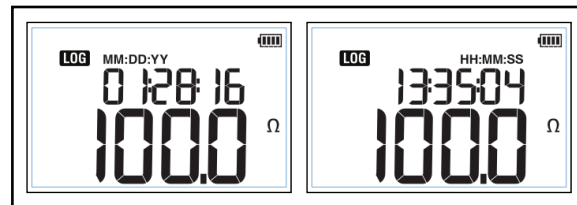

Figure 15. Horodatage
3. Appuyez sur **ENTER** pour faire basculer l'écran et afficher l'heure ou la date de la mesure consignée. Voir la Figure 15.